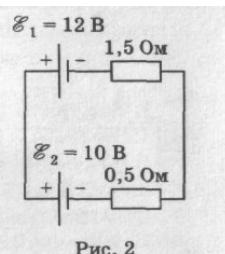

Рис. 2
2. Найдите направление и силу электрического тока (рис. 2). Внутренним сопротивлением источника тока пренебречь.